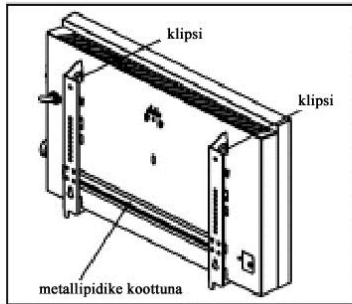

Fig. 1
- 1) Paina metallipidikkeessä oleva klipsi alas ja työnnä metallipidikettä alas. (fig.1).